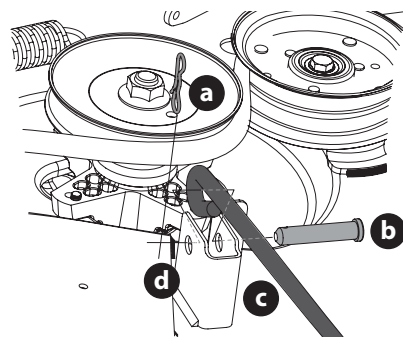

Figura 46
- Extraiga el tercer pasador con unión curva (a) del pasador de horquilla (b) que sujeta la varilla de control de la plataforma delantera (c) al soporte delantero de elevación de la plataforma (d). Extraiga los pasadores de horquilla (b) (Figura 46).